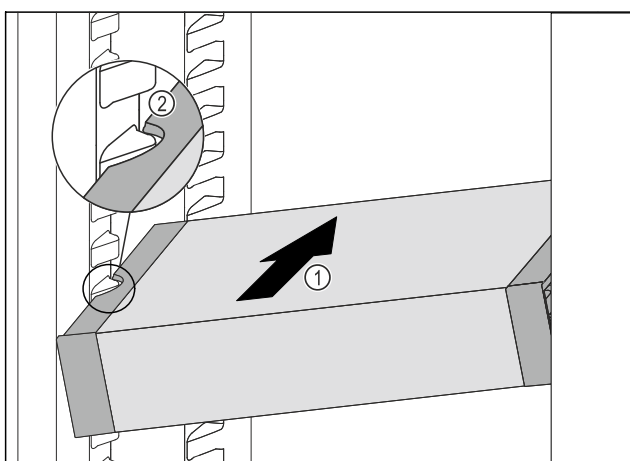

Fig. 56
- ▶ Inserire VarioSafe ad angolo nel vano frigorifero Fig. 56 (1), fino a quando le cavità laterali Fig. 56 (2) di VarioSafe non si trovano al livello della nervatura del contenitore nel vano frigorifero.